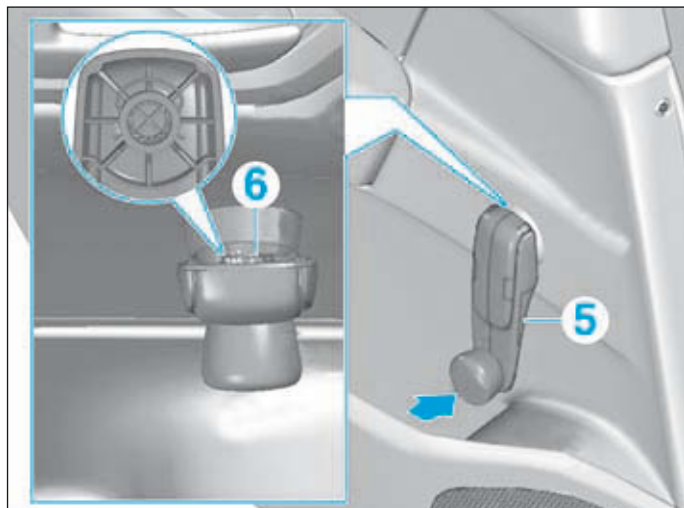

FIG.49
- Presser légèrement sur l'extrémité de la manivelle (5) (Fig.49).
- Extraire, à l'aide d'un petit crochet, l'agrafe (6).
- Déposer la manivelle de lève-vitre (5).